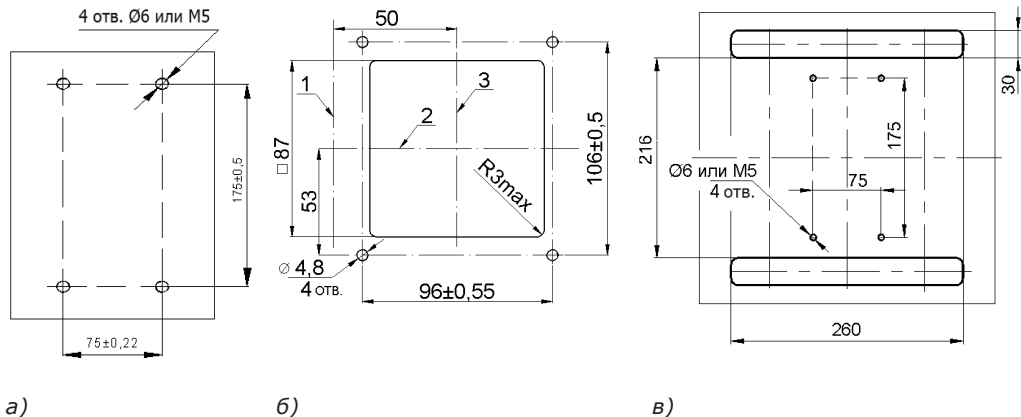

Рисунок 5 – а) расположение отверстий для крепления выключателя;
- 1) выполнить отверстия в конструкции, к которой крепится выключатель (см. рисунок 5а);